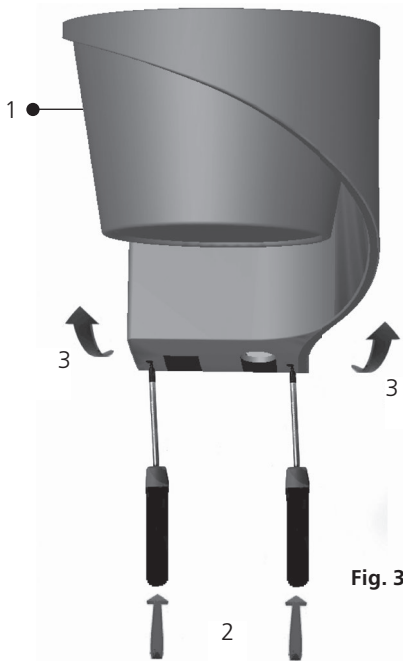

Fig. 3
1. Frontabdeckung lösen und entfernen (siehe Fig. 3).